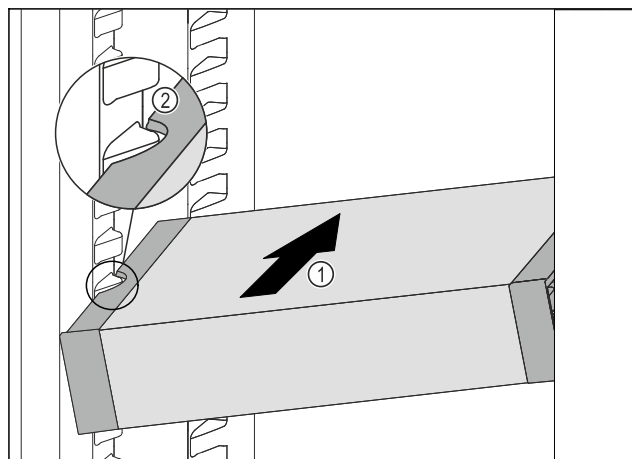

Fig. 117
- VarioSafe gurajte koso u hladnjak Fig. 117 (1) sve dok se bočni otvori Fig. 117 (2) ladice VarioSafe ne nađu na visini žlijeba spremnika u hladnjaku.